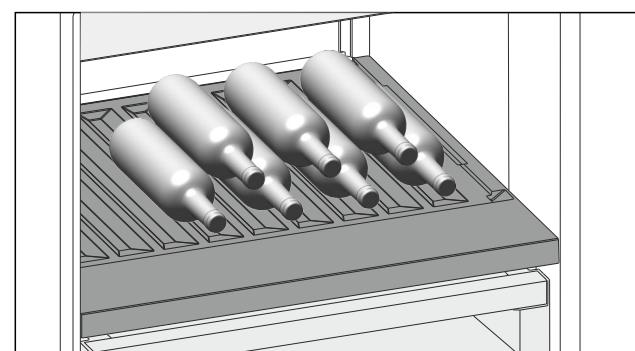

Fig. 104
- Flaschen mit dem Boden nach hinten zur Rückwand einlegen. (siehe *Fig. 104*)